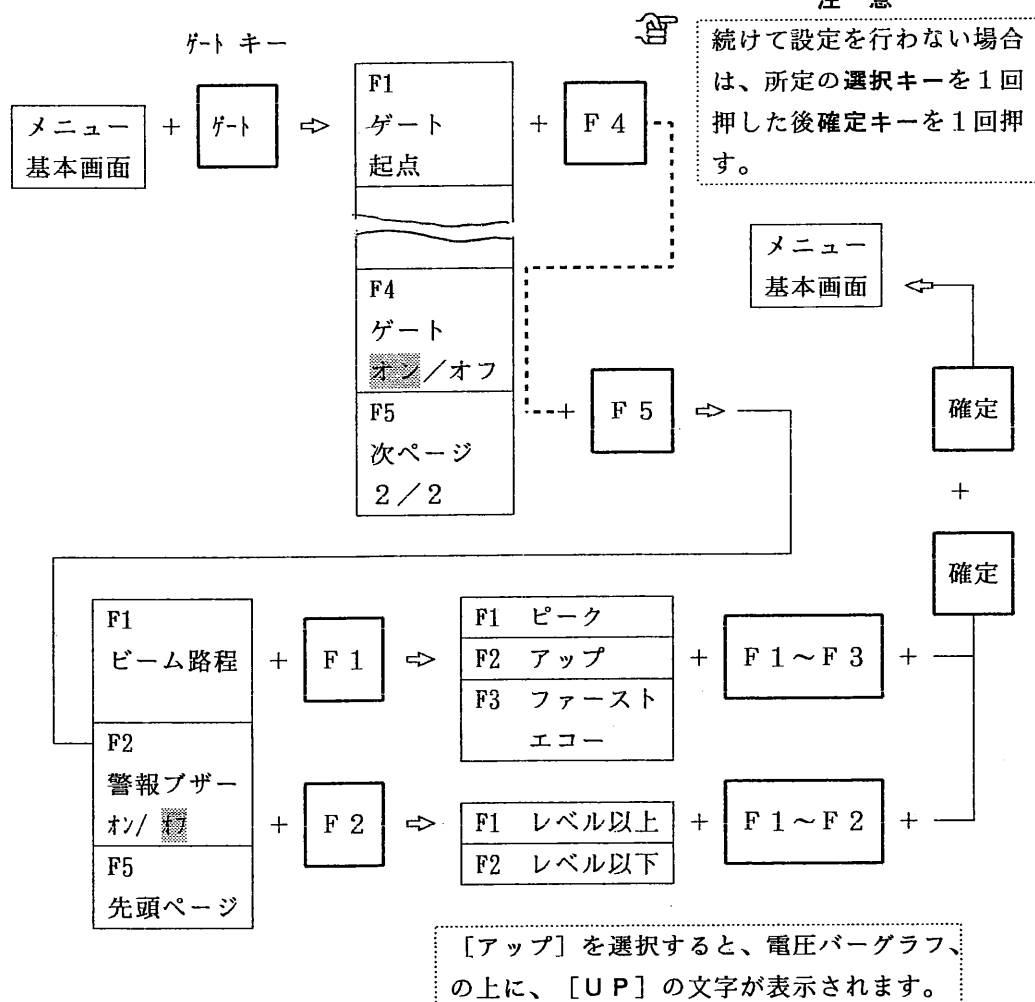

図 6.2.29-2 ビーム路程測定点、警報機能の設定方法
- ② 初期設定は [オン] となっていることを確認して下さい。ゲート機能が [オン] の場合に限り、エコー高さやビーム路程の測定機能は有効です。
- ③ ゲート機能を [オフ] にしたいときは選択キー [F 4] を1回押します。
- ④ 続いて選択キー [F 5] を1回押します。図 6.2.29-2 のようにメニューエリアにゲートメニューの次ページが表示されます。
- ⑤ [ビーム路程の設定] は、[ピーク] に設定されていますが、[アップ] に変更したい時は、選択キー [F 1] と [F 2] を連続して押して下さい。